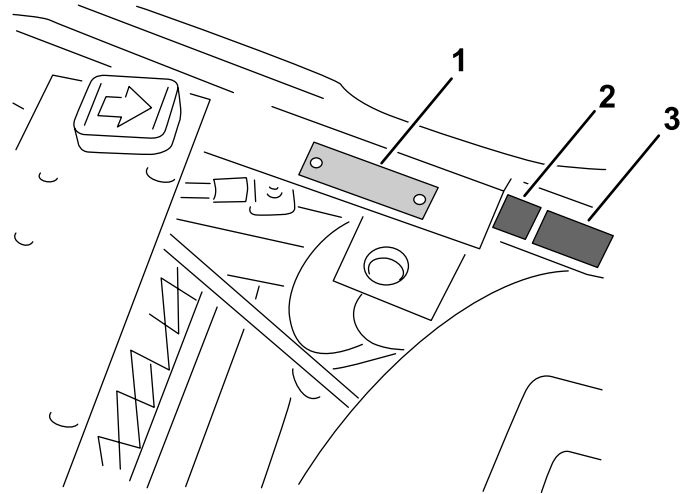

図 11
- CE マークステッカーと製造年ステッカーを、フットレストサポートにあるシリアル番号プレートの上に貼り付ける 図 11。